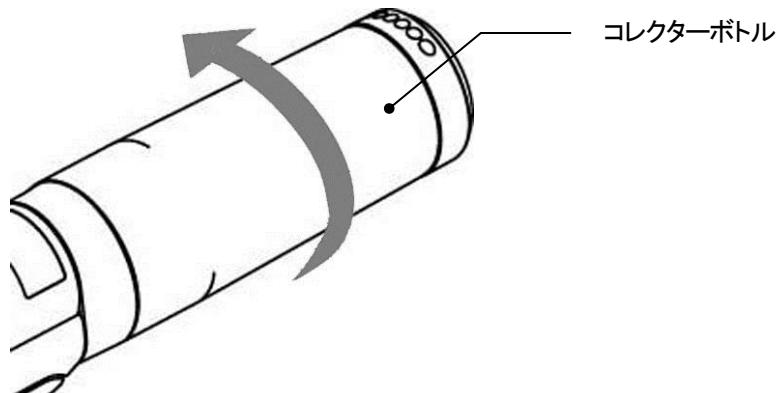

図 4-2
- 3) コレクターボトルが確実に装着されているか確認してください。確実に装着されていない場合は コレクターボトルを右に回し、確実に装着してください。 (図 4-2)
(P.7 図 4-2 参照)